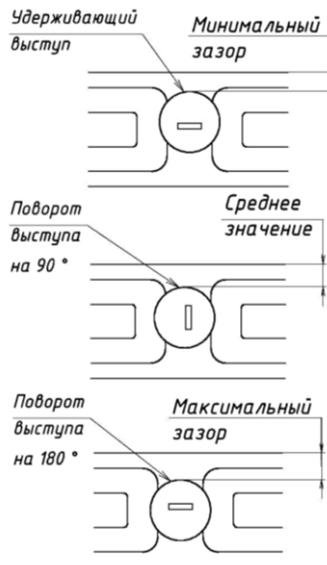
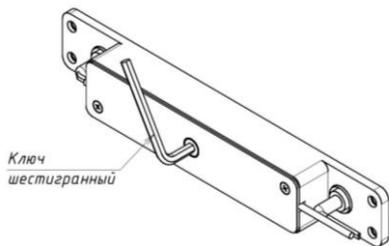

Рисунок 12
Рисунок 11
6.10 Для изменения и регулировки «гарантированного зазора» необходимо повернуть выступ, расположенный на корпусной части и выполненный эксцентрично по отношению к гнезду на якорной части. Для этого шестигранным ключом из комплекта поставки ослабить винт с обратной стороны корпуса (рисунок 11). Поворот удерживающего выступа на 90° изменяет зазор и взаимное положение выступа и гнезда якоря в поперечном направлении на 1 мм, поворот на 180° – на 2 мм (рисунок 12). После регулировки винт необходимо затянуть.